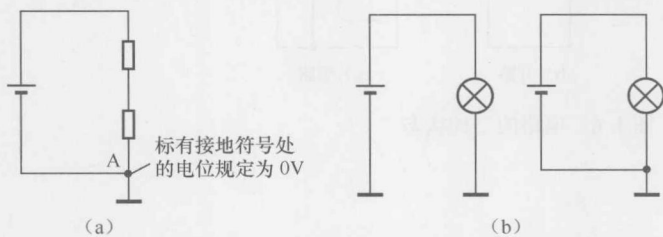

图 1-8 接地符号含义说明图
① 在电路图中，接地符号处的电位规定为  $0\text{V}$ 。在图 1-8 (a) 所示的电路中，A 点标有接地符号，规定 A 点的电位为  $0\text{V}$ 。
② 在电路图中，标有接地符号处的地方都是相通的。图 1-8 (b) 所示的两个电路图虽然从形式上看不一样，但实际的电路连接是一样的，故两个电路中的灯泡都会亮。